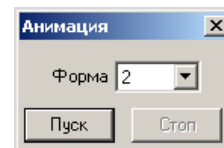

Рис.1.21.11. Окно диалога **Анимация**
- В открывшемся окне диалога **Анимация** (рис.1.21.11) выполните следующие действия: